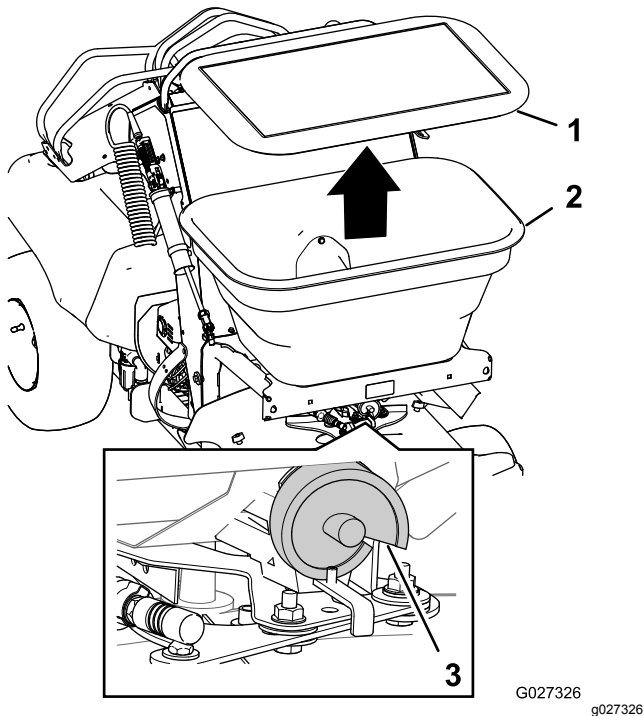

Figura 24
- Utilice la Tablas de esparcido (página 31) para determinar el ajuste de la leva del dosificador (Figura 24).
- Retire la tapa de la tolva, agregue el material a esparcir y coloque la tapa en la tolva (Figura 24).